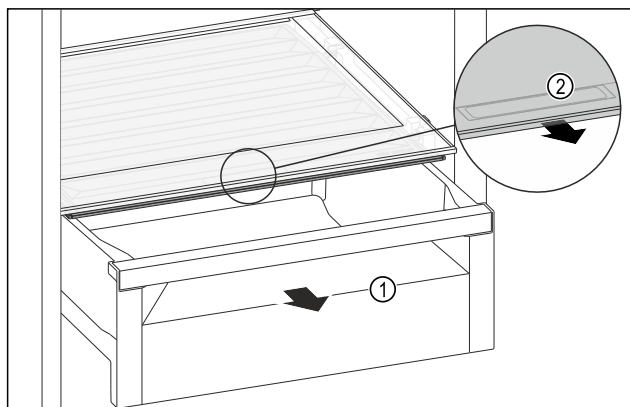

Fig. 96
- Schubfach Fig. 96 (1) herausziehen.
- Griffmulde Fig. 96 (2) am Fachdeckel anfassen und Fachdeckel gleichzeitig nach vorne ziehen.